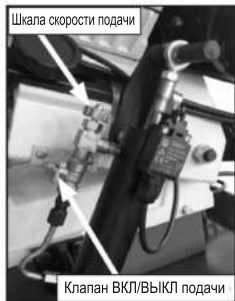

Рисунок 21. Расположение клапана ВКЛ/ВЫКЛ подачи.
6. Откройте клапан ВКЛ/ВЫКЛ, затем медленно поверните регулятор скорости подачи по часовой стрелке на медленную скорость подачи, пока пила не начнет резать заготовку (см. Рисунок 21).